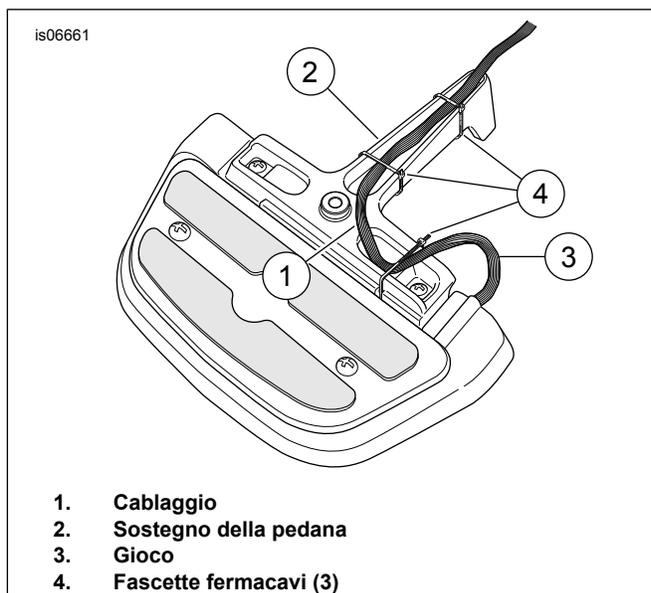

Figura 7. Disposizione del cablaggio - Modelli Touring 1993 e versioni successive
- b. **Veicoli modello Touring 1993 e versioni successive:** vedere Figura 7. Disporre il cablaggio (1) lungo la parte inferiore e quella laterale del supporto di ogni pedana (2), posizionando il cablaggio nelle cavità quando possibile. Lasciare un po' di gioco (3) in ogni cablaggio per evitare di tirare i fili quando vengono legati alla pedana. Fissare il cablaggio ai supporti della pedana usando le fascette fermacavi (4).